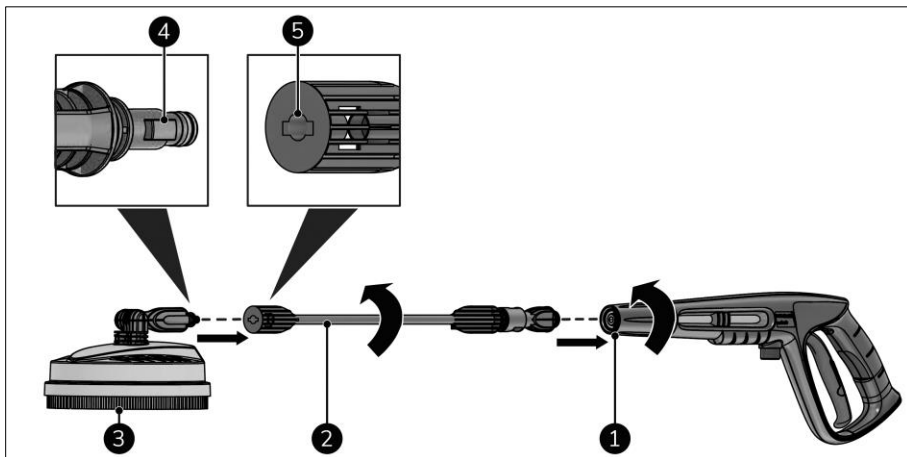

Abbildung 15
1. Richten Sie die Kante des Bodenreinigers (Abbildung 15, Pos. 4) mit der Nute in der Bodenreinigerlanze (Abbildung 15, Pos. 5) aus.
2. Setzen Sie den Bodenreiniger (Abbildung 15, Pos. 3) in die Bodenreinigerlanze (Abbildung 15, Pos. 2) ein.
4. Schrauben Sie die Bodenreinigerlanze auf die Strahlpistole (Abbildung 15, Pos 1).